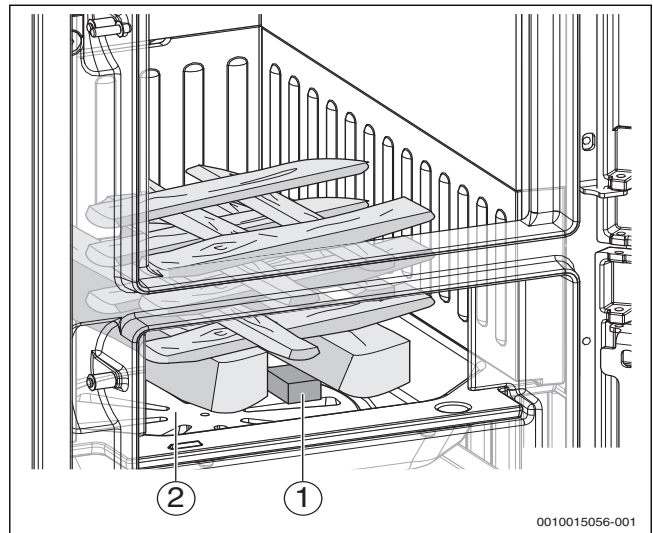

Bild 22 CO-armes Anheizen (Beispielbild)
- ▶ 2 Feuerwürfel (→ Bild 22, [1]) im vorderen Bereich auf den Feuerraumboden legen.